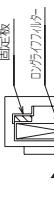

図1
- (1) フィルターボックスのフタを開けているネジ(2本)を外します。(図1)
- (2) フィルターボックス PAC-KE71・93・94TB 使用時